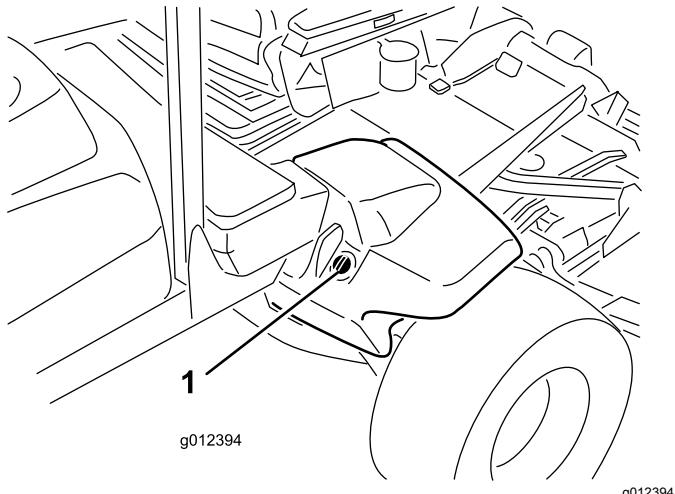

図 18
2. 油圧オイルタンクの注油口周辺をきれいに拭き、キヤップ図 18 を外す。給油口からキヤップを取りる。